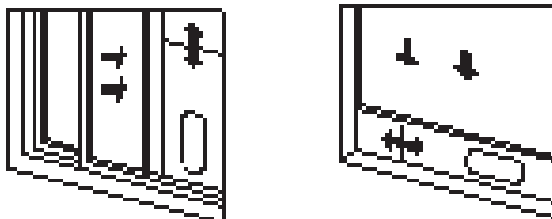

рис. 5
- ▶ откройте окно на половину и установите горизонтально или вертикально уплотнительную панель из монтажного набора (22)
- ▶ передвиньте элементы уплотнительной панели, отрегулируйте расстояние между панелями, чтобы они плотно заполняли пространство, возникшее после перемещения створки окна (рис. 5), и зафиксируйте винтом, при необходимости, обрежьте на нужную длину панель без щели